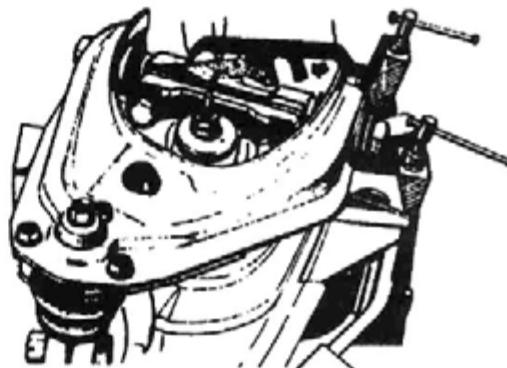

Рис. 184. Установка прокладки для регулировки угла развала колес
1. Регулировку угла развала производите регулировочными прокладками, устанавливаемыми между осью верхнего рычага и опорой поперечины подвески (рис. 184).